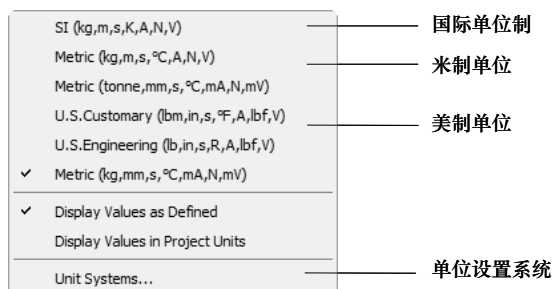

图 1-15 【Units】菜单
(4) 【Units】菜单 【Units】菜单用于设置工程分析单位，包括对工程项目管理和定义操作的命令，如图 1-15 所示。